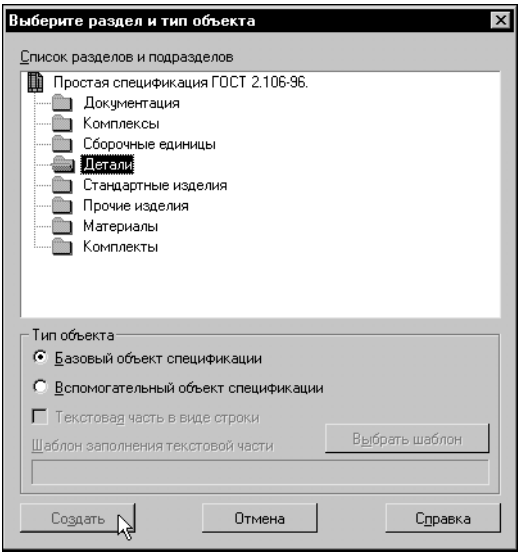

Рис. 57.4. Создание раздела спецификации
2. В появившемся диалоге **Выберите раздел и тип объекта** укажите раздел *Детали* и нажмите кнопку **Создать** (рис. 57.4).